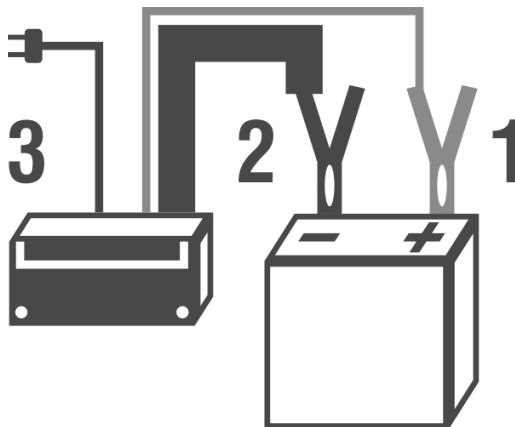

Fig. 3 – Sequência para ligar o carregador na bateria
1 - Conecte a garra vermelha do carregador no polo positivo da bateria (posição 1 da Fig. 3);
2 - Conecte a garra preta do carregador no polo negativo da bateria (posição 2 da Fig. 3).
3 - Conecte o plugue na tomada (posição 3 da Fig. 3):
10 - Desconecte a garra preta do polo negativo da bateria (posição 2, Fig. 3);
11 - Desconecte a garra vermelha do polo positivo da bateria (posição 1, Fig. 3);
- 3 - Conecte o plugue do Carregador Inteligente de Bateria na tomada (posição 3, Fig. 3);